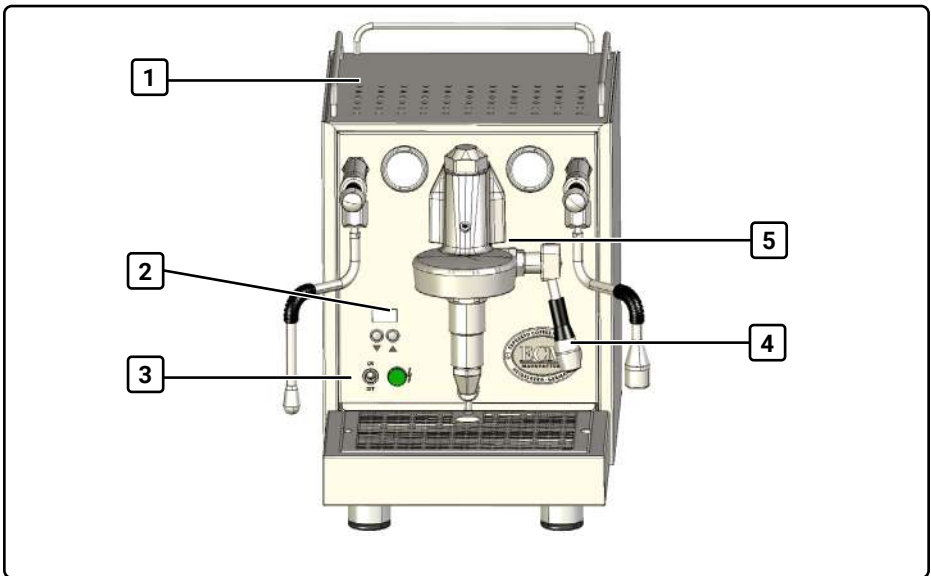

Abb. 8 Abbildung Vorderseite
1. Tassenablage entfernen (1, Abb. 8) und den Wassertank entnehmen und gründlich reinigen (siehe Kapitel 11.5, „Wassertank reinigen“).
5. Maschine mit dem Ein-/Aus-Kippschalter (3, Abb. 8) einschalten.
6. Großes Gefäß unter die Brühgruppe (5, Abb. 8) stellen. Die Öffnung des Gefäßes sollte mindestens so groß sein wie die Brühgruppe.
7. Brühhebel (4, Abb. 8) in die Bezugsstellung bringen (siehe Kapitel 5.2.2, „Bedienhebel“) und ca. 500 ml über die Brühgruppe entnehmen.
2. Maschine mit dem Ein-/Aus-Kippschalter (3, Abb. 8) einschalten.
3. Großes Gefäß unter die Brühgruppe (5, Abb. 8) stellen. Die Öffnung des Gefäßes sollte mindestens so groß sein wie die Brühgruppe.
4. Brühhebel (4, Abb. 8) in die Bezugsstellung bringen (siehe Kapitel 5.2.2, „Bedienhebel“) und ca. 500 ml über die Brühgruppe entnehmen.